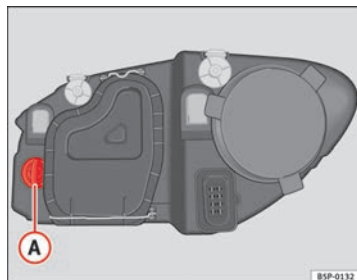

Fig. 182 Lampada luce indicatore di direzione
- Ruotare il portalampada ⇒ fig. 182 A verso sinistra e tirare.